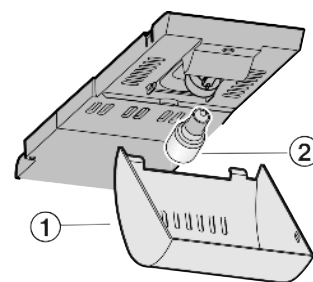

Fig. 12
- ▶ Chwycić pokrywę Fig. 12 (1) z przodu i wycześcić z tyłu.
- ▶ Wymienić żarówkę Fig. 12 (2).
- ▶ Ponownie założyć pokrywę Fig. 12 (1).